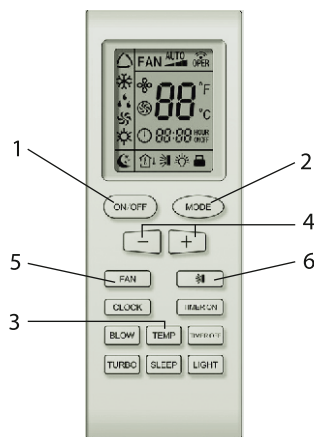

Рис. 5.
- В случае утери или выходе из строя беспроводного пульта управления возможно включение/выключение кондиционера при помощи аварийного переключателя (Рис. 5.6а) для моделей до 5 кВт и Рис. 5 для моделей 5 и 6 кВт.